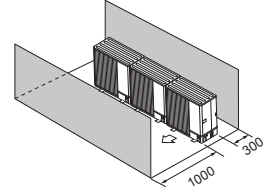

Fig. 2-18
- (4) Obstrucciones o superficies cerradas solo en las partes frontal y posterior (Fig. 2-18)